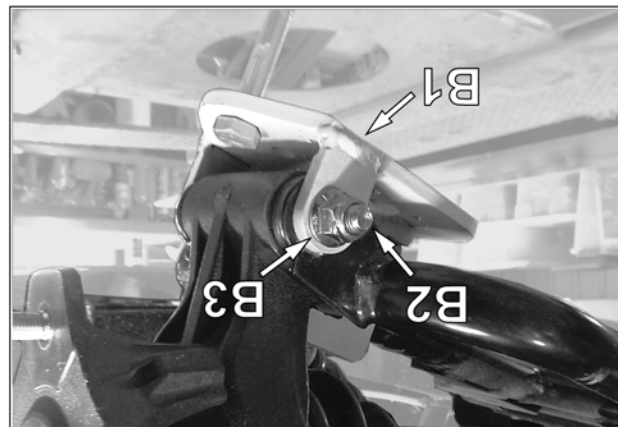

Fig. 8
7. Insérer le nouveau boulon M10x110mm (B2) à travers l'ancrage (B1) et la fixation du moyeu de roue. Serrer le boulon à un couple de 50 N•m [37 lb•p] en utilisant l'écrou (B3) fourni. Voir la Fig. 8